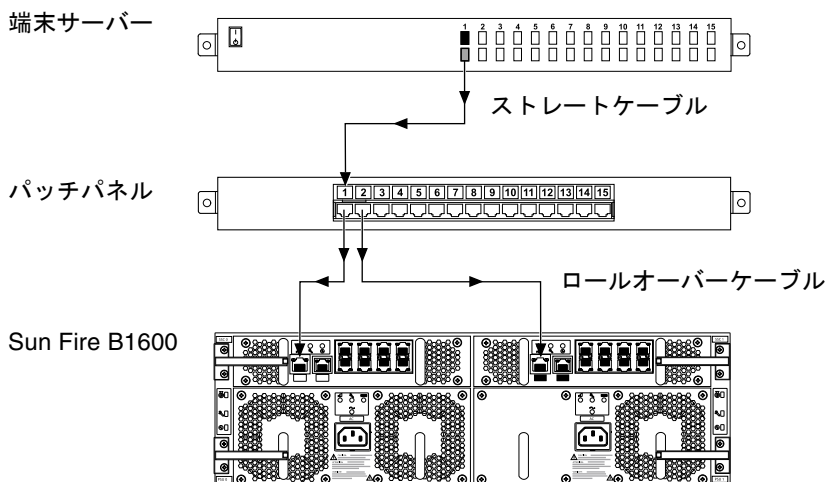

図 6-2 端末サーバーへのパッチパネル接続
- ロールオーバーケーブルをパッチパネルに接続し、ストレートのパッチケーブルを使用してパッチパネルを Sun Fire B1600 ブレードシステムシャーシに接続する (図 6-2 を参照)